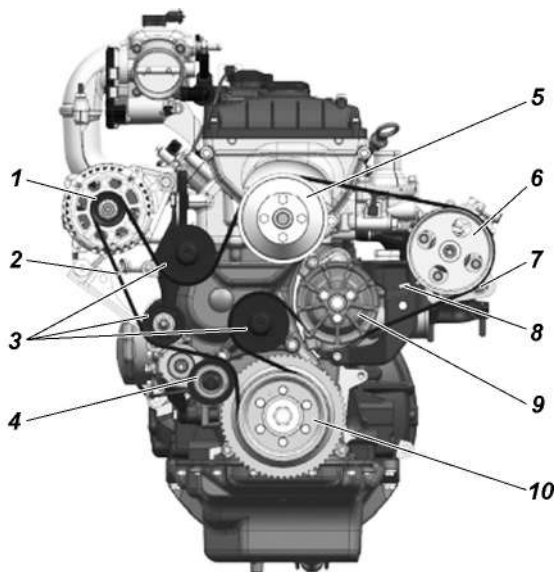

Рис. 9.7. Ремень привода агрегатов:
**На автомобилях, оснащенных генератором ф. «Erag», без кондиционера,** привод агрегатов осуществляется одним ремнем. Его натяжение регулируется автоматически (рис. 9.7). В процессе эксплуатации необходимо контролировать состояние ремня. При обнаружении его большого растяжения возможна регулировка положения насоса ГУР болтом 8 с целью обеспечения продолжения эксплуатации вытянутого ремня. Фиксация насоса ГУР болтами 7.